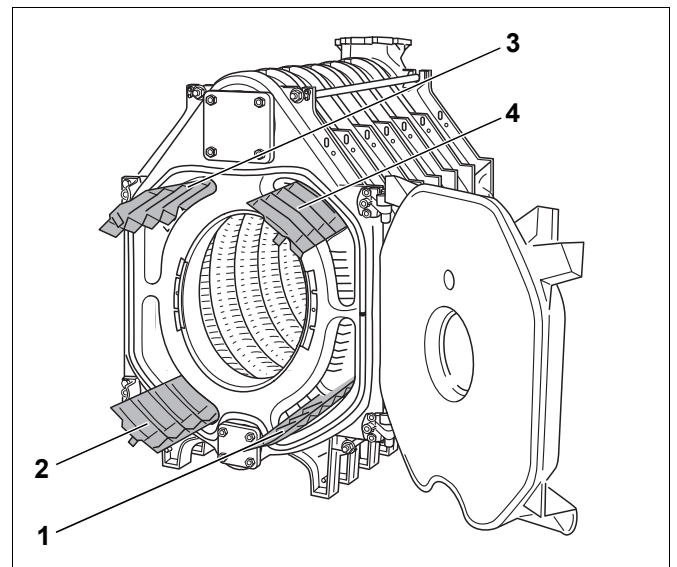

Bild 34 Heizgaslenkplatten
- Heizgaslenkplatten aus der Beschlagteilkiste entnehmen und entsprechend der aufgegossenen Beschriftung in die Heizgaszüge einlegen (siehe dazu Bild 34 und unten stehende Tabelle).